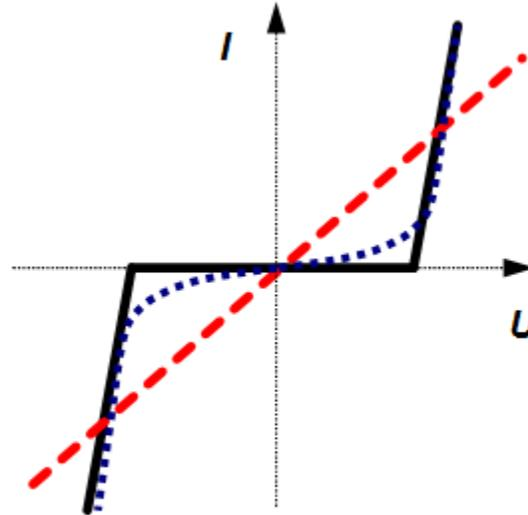

Bild 2: Verschiedene ZnO-Varistorkennlinien.
c) Sie wollen einen Varistor als Überspannungsschutz für einen Verbraucher installieren und es liegen Ihnen drei Varistorkennlinien vor (rot, blau und schwarz in Bild 2). Ordnen Sie die Werte für den Nichtlinearitätskoeffizient $\alpha = 100$, 3 und 1 den Kennlinien zu. Welcher Varistor ist geeignet, um Ihren Verbraucher bis hin zu hohen Spannungen abzusichern?